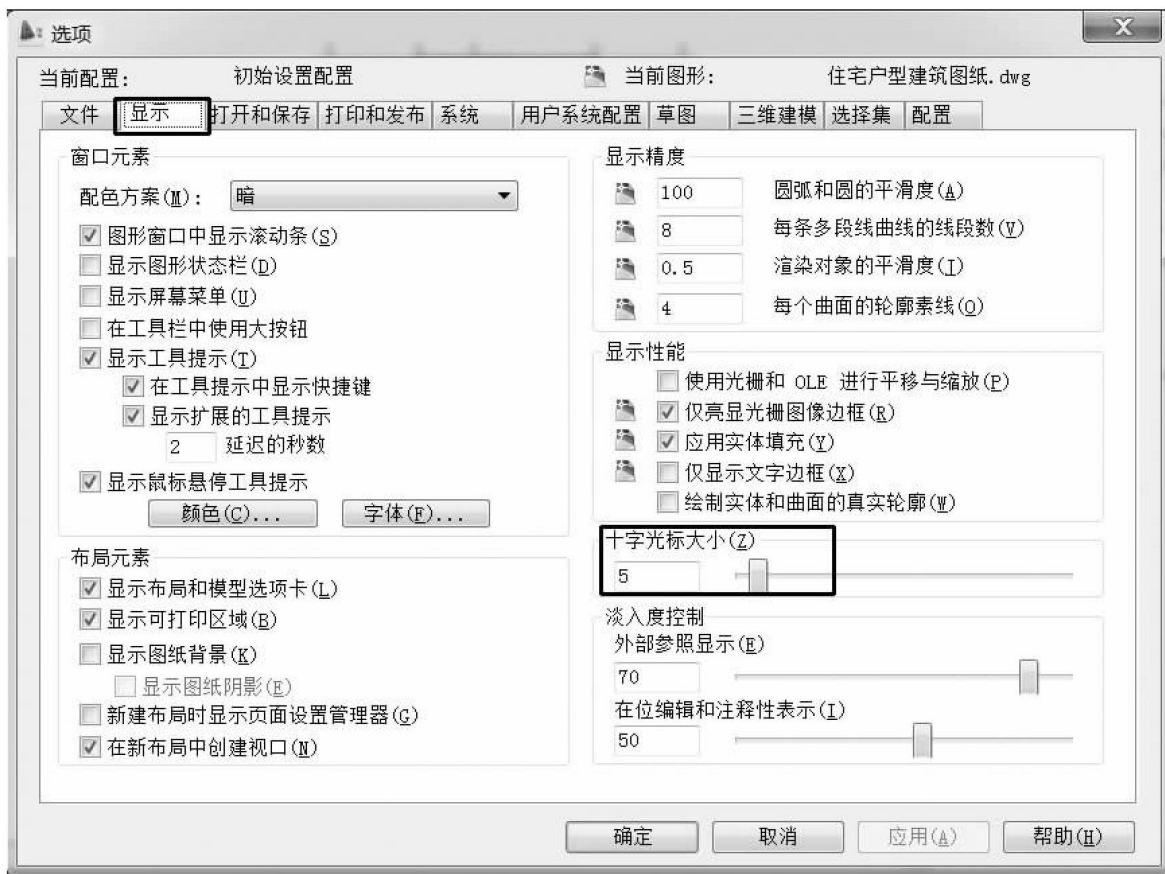

图 1-32 十字光标的长短设置
- (1) 单击“系统设置工具”处的“选项”按钮。
- (2) 在打开的“选项”对话框中的“显示”选项卡中，再拖动如图1-32所示黑框处的滑块来调整。